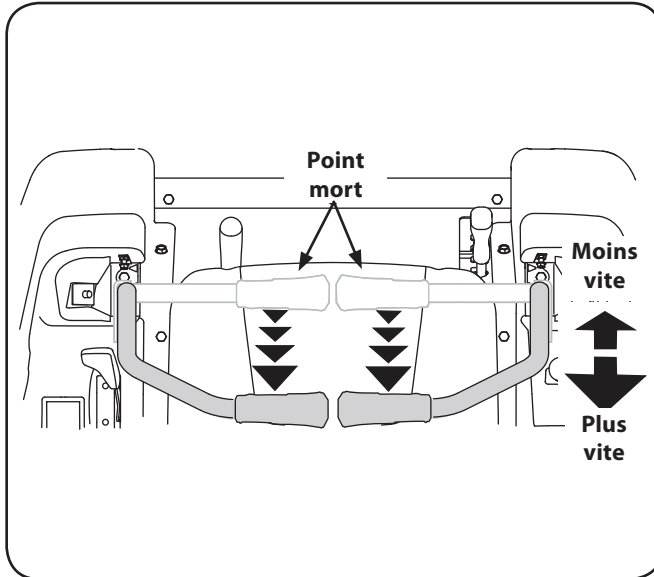

Figure 5-6
1. Tirez lentement sur les deux leviers de façon égale. Le tracteur commencera alors à reculer. Voir la Figure 5-6.